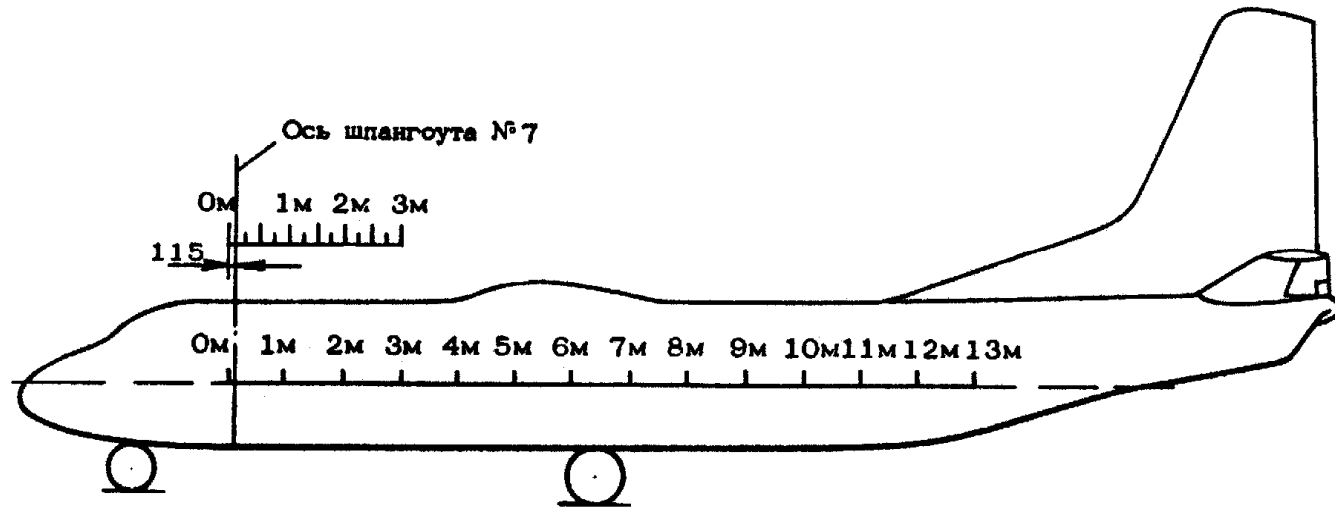

Рис. 2.6. Схема шкалы дистанций грузовой кабины
3. На лицевой стороне движка имеется три основные номограммы для "загрузки" любого груза на любой дистанции грузовой кабины (дистанция в грузовой кабине отсчитывается так, как указано на рис. 2.6.).